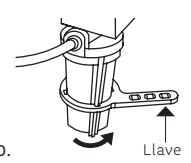

Figura 30.
8. Enrosca nuevamente el vaso en la tapa y aprieta utilizando la Llave (ver Figura 30). Introduce las mangueras a tope en la entrada y salida de agua respectivamente.